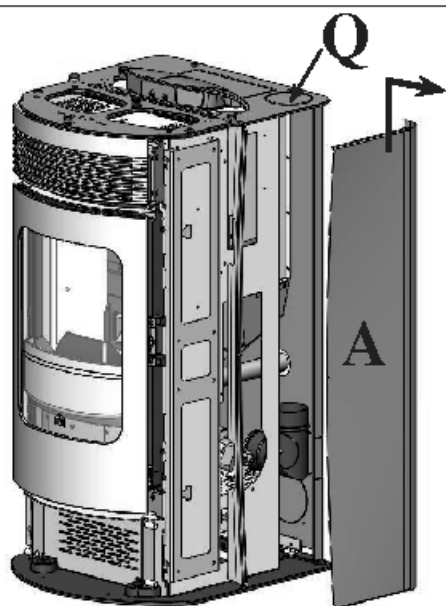

fig. 14
- Eliminar a tampa de fecho (Q - fig. 14)